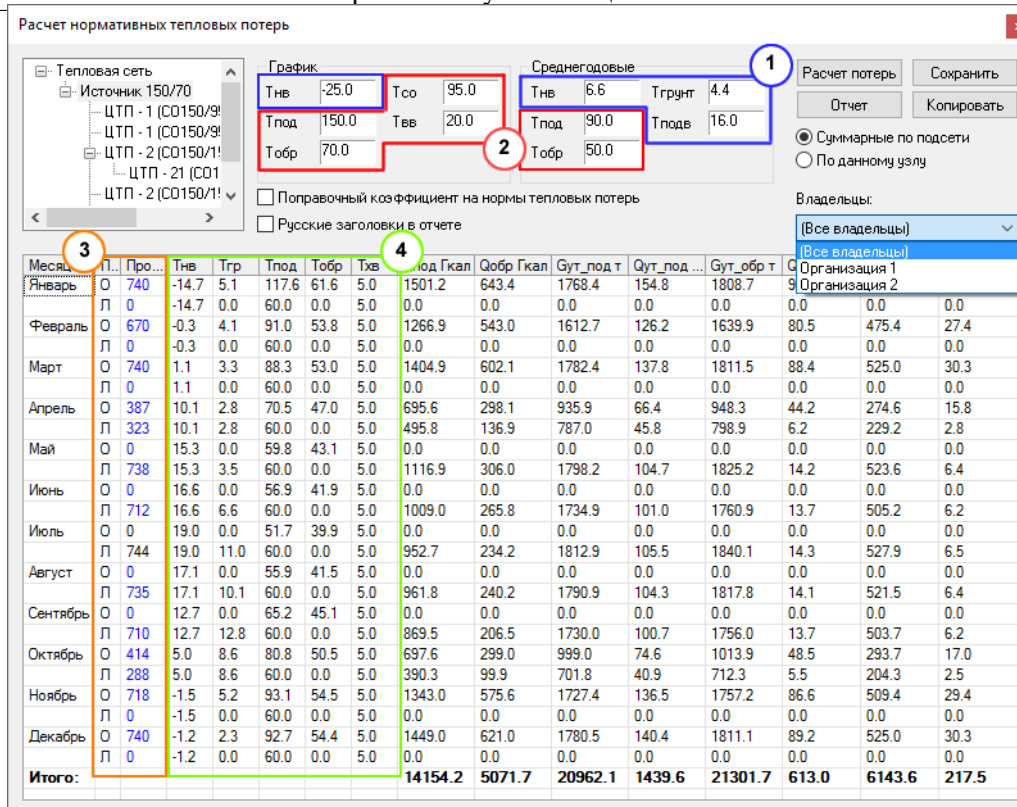

Рисунок 14.4. Исходные данные в окне модуля расчета тепловых потерь
3. Продолжительность отопительного и неотапительного (летнего) периода в течение каждого месяца, в часах. Заносятся непосредственно окне модуля расчета тепловых потерь, (Рисунок 14.4, «Исходные данные в окне модуля расчета тепловых потерь»)(3). Значение продолжительности периода может быть подсвечено черным, синим и красным цветом. Расчет будет производиться независимо от того, какого цвета представлено количество часов.
4. Среднемесячные температуры, заносятся непосредственно в окне модуля расчета тепловых потерь. (Рисунок 14.4, «Исходные данные в окне модуля расчета тепловых потерь»)(4). При необходимости параметры могут быть скопированы от одного источника или ЦТП сразу всем объектам, отдельно источникам, ЦТП по контуру отопления или ГВС.